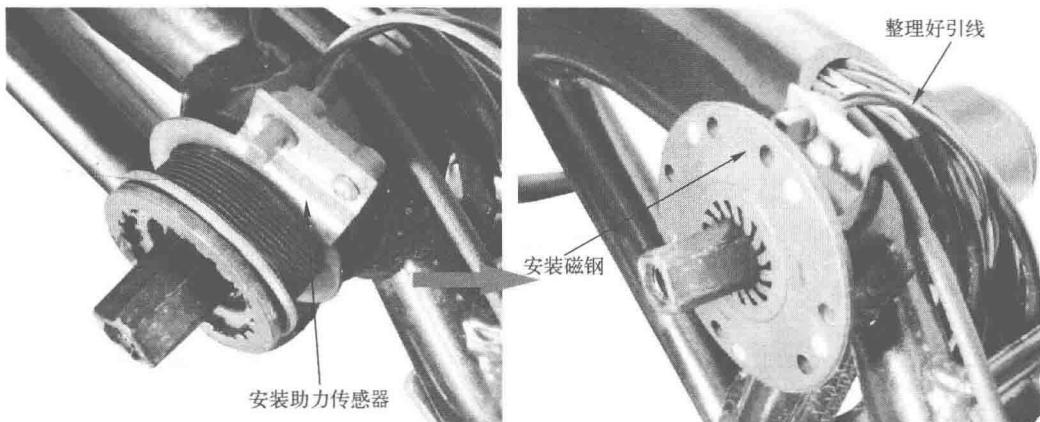

图 1-10 装上新助力传感器
(2) 分别安装助力传感器和磁钢，将引线接好并整理好，检查新助力传感器安装是否到位，如图 1-10 所示。